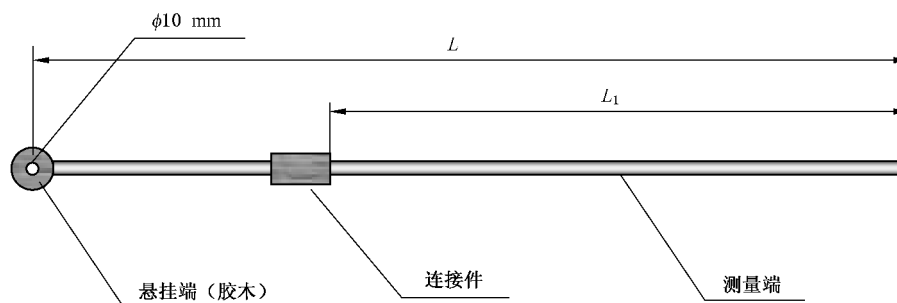

图 1 不锈钢测量棒示意图
- 3.9 不锈钢测量棒:由两段直径 18 mm 的不锈钢棒通过一连接件(胶木棒或不锈钢)连接而成,测量棒一端连接一个由胶木制作的悬挂端,示意图见图 1。总长度( $L$ )及测量段长度( $L_1$ )可根据不同槽型确定。